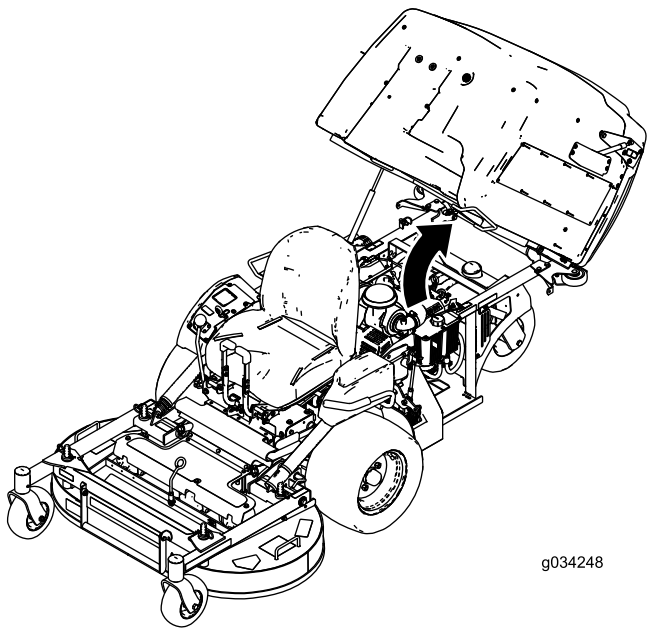

Figura 30
2. Suba o dispositivo de recolha (Figura 30).